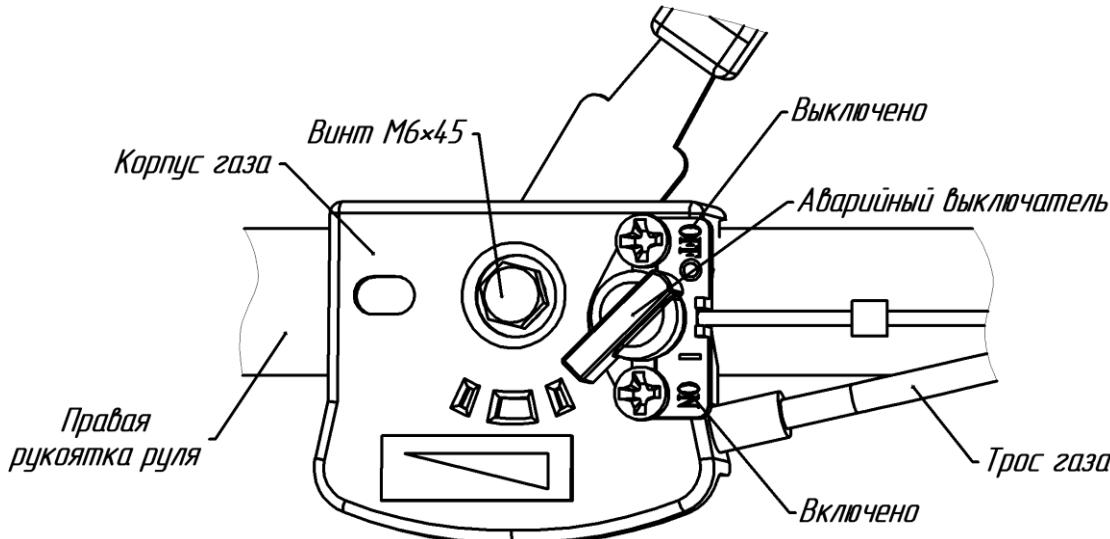

Рис.10. Механизм управления дроссельной заслонкой (газом) двигателя.
- установить ручку газа на рукоятке руля в положение "О" ("СТОП") (рис.6) или аварийный выключатель в положение "OFF" (рис.10);